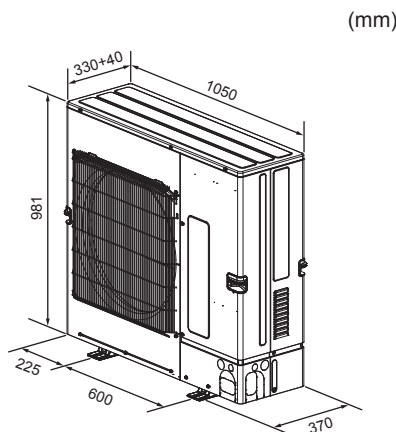

Fig. 2-2
2.3. Wymiary gabarytowe (jednostki zewnętrznej) (Fig. 2-2)